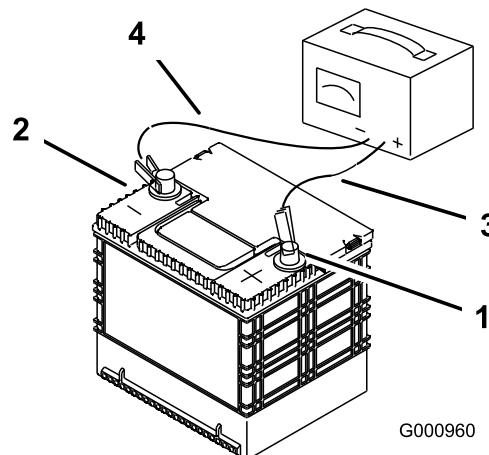

Figure 49
- Quand la batterie est chargée au maximum, débranchez le chargeur de la prise, puis débranchez les fils du chargeur des bornes de la batterie (Figure 49).